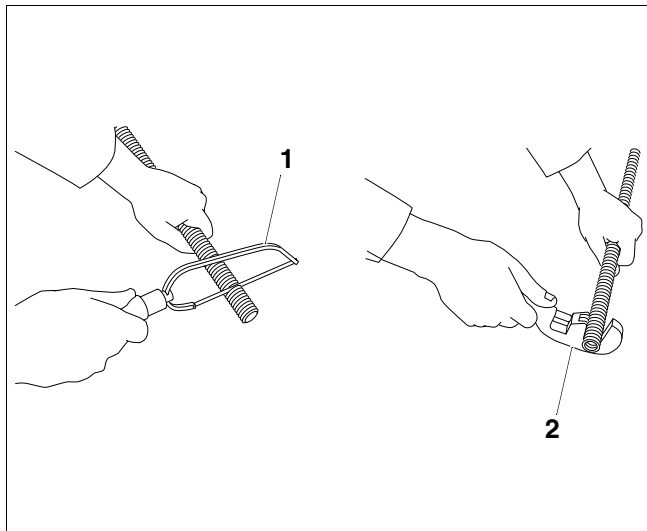

Fig. 1 Raccourcir
- Découpez le flexible inox à l'aide d'une scie ou d'un coupe-tubes dans le creux de l'ondulation (fig. 1, pos. 1 et 2).